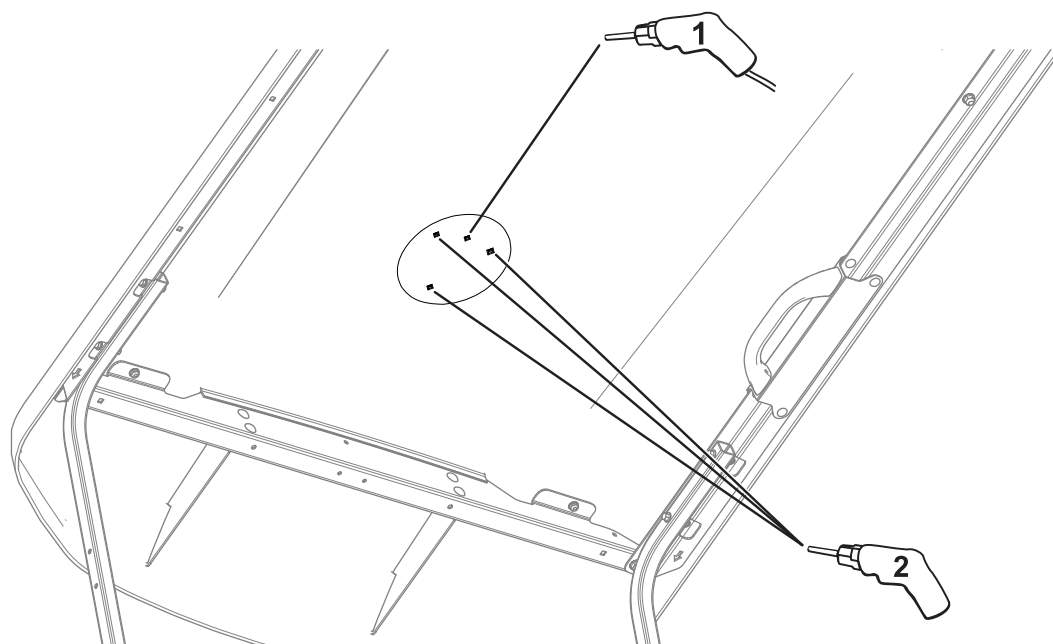

Figure 1
2. Percez des trous dans les creux de l'abri, comme montré à la Figure 1.